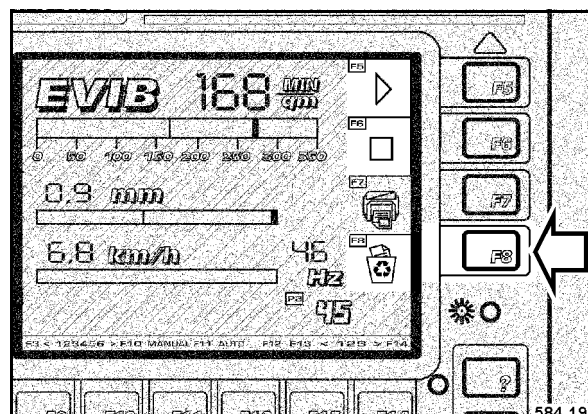

Fig. 98
- Después de no desear más impresos de este recorrido hay que pulsar la tecla F8 "BO-RRAR" (Fig. 98) después de volver a relucir el campo de control rojo F6 „LISTO“.